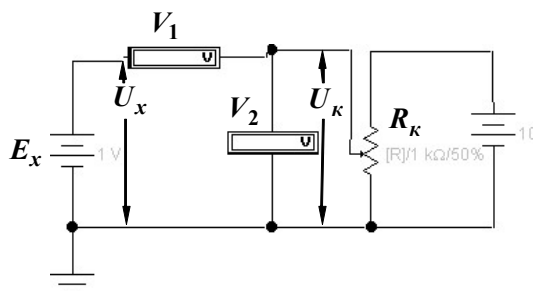

Рис. 3. Схема нулевого метода измерения напряжения
На рис. 3 показана схема нулевого метода измерения напряжения.
8. Собрать схему рис.3. $R_V = 100 \text{ кОм}$. $E_{on} = 10 \text{ В}$. $R_k = 1 \text{ кОм}$. Установить E_x по вариантам: